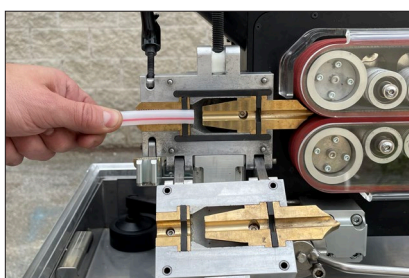

Fig. 1
- Aprire i morsetti dell'adattatore tubo e dell'adattatore cavo e inserire il tubo nell'adattatore tubo. (Fig. 1)